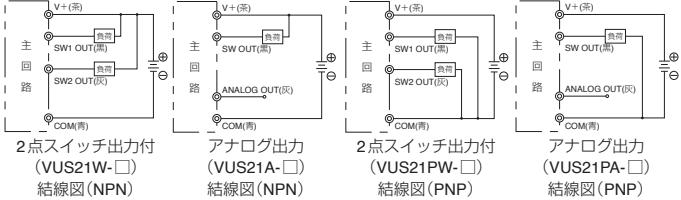

図1 LED表示付圧力センサ接続方法
- (1) 配線は、必ず電源を切って行ってください。
- (2) 配線時には、必ずリード線の色、端子出力の確認を行ってください。
- (3) 結線は、図1の接続方法を参照してください。
- (4) 引出しケーブルに強い引張力や、極端な曲げを与えないでください。
- (5) 接続コネクタ部よりケーブルの脱着が可能です。ケーブル離脱の際には、コネクタ部を持ち、ストッパーを押しながらケーブルを引抜いてください。なお、着脱時には、センサ基盤に負荷が掛かりますので、ケーブルの着脱は必要最低限に留めていただくことをお勧めいたします。
- (6) VSU21□-M5タイプの圧力導入口は、M5メートルオネジです。別売のPISCO継手をご使用ください。なお、継手の締付トルクは、1.0～1.5N·mで、継手本体の六角部にスパナを掛け行ってください。